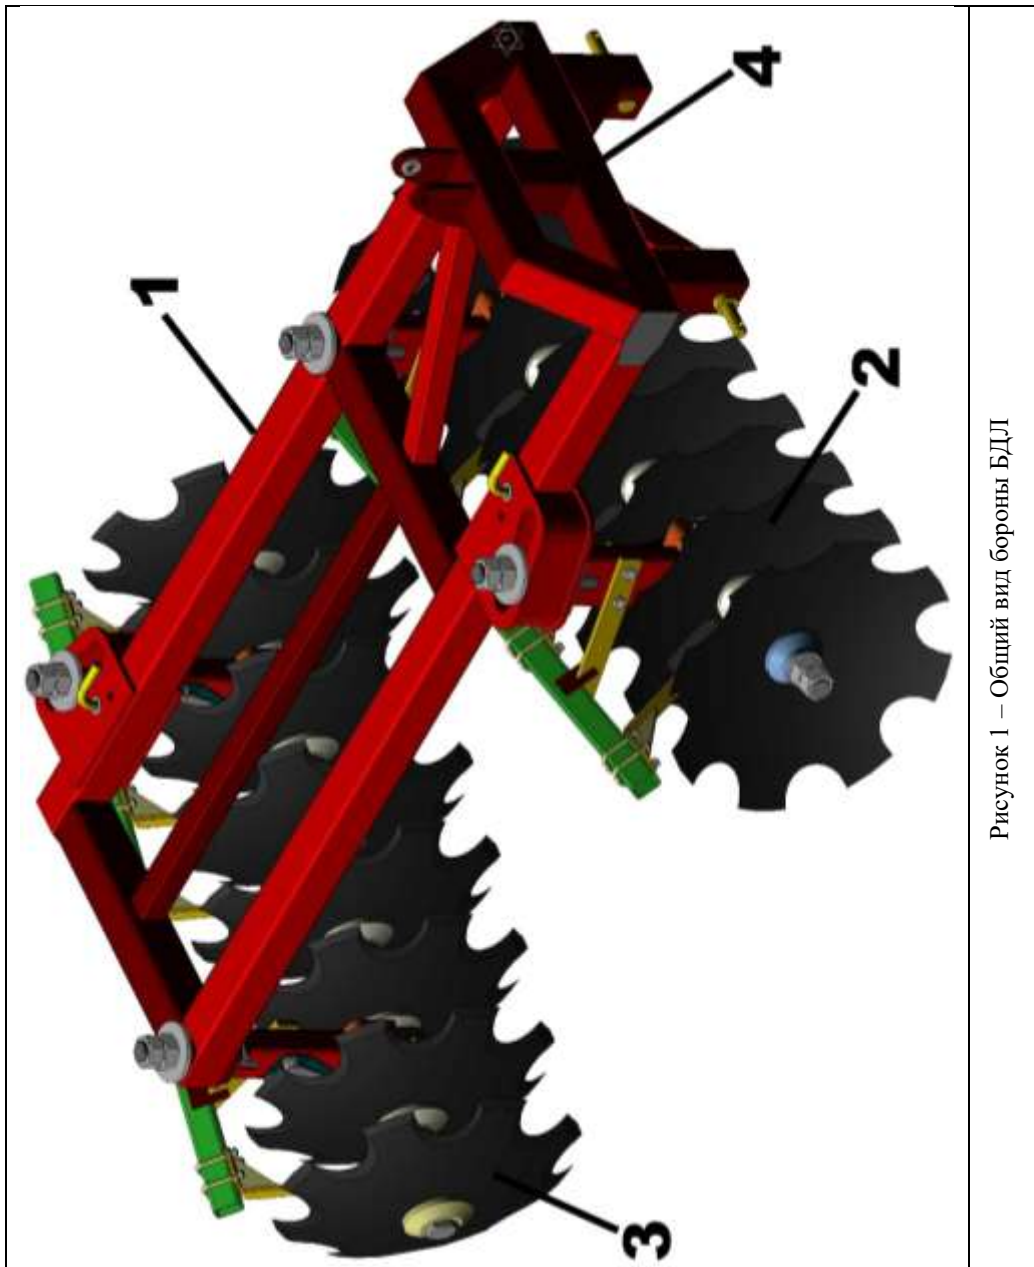

Рисунок 1 – Общий вид бороны БДЛ
3.1 Борона дисковая БДЛ состоит из следующих основных сборочных единиц (рис. 1): рамы 1, передних 2 и задних 3 батарей дисков и навески 4.
3.4 Рама бороны поз.1 (рис. 1) представляет трубчатую сварную конструкцию, к которой крепятся рабочие и вспомогательные органы.
5.1 При получении борона с завода-изготовителя в полуразобранном виде досборку производить на равной площадке согласно рис.1 и при соблюдении требований раздела 7 настоящего руководства.